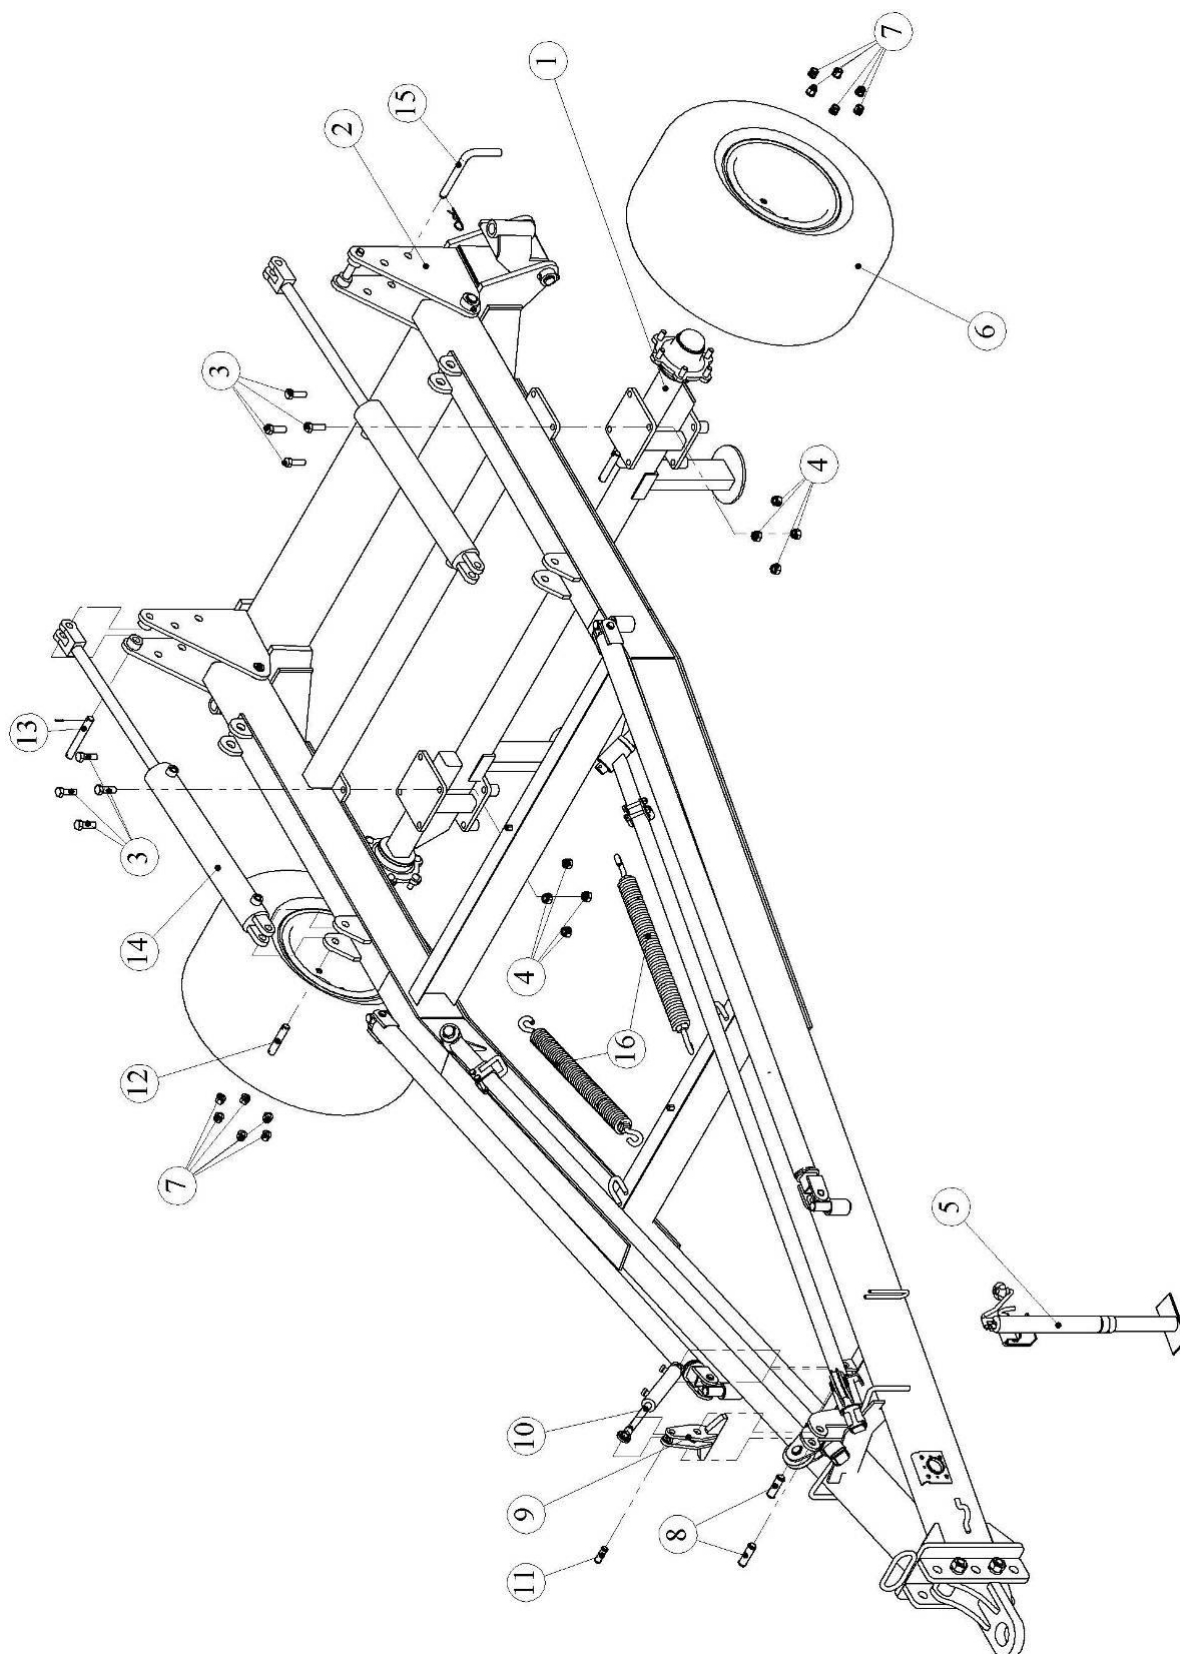

Рис. 4.1. Рама сцепки
4.1.8. При сборке пружинной борны рекомендуется поменять регулировочные упоры Ø32 на Ø40 мм (см. п. 5.8). Во время замены упоров фиксация центральной балки в поднятом положении стопорными пальцами (поз. 15, рис. 4.1) обязательна.